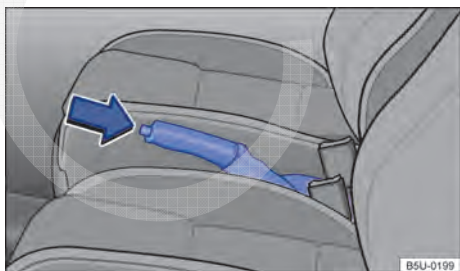

Fig. 114 Entre os bancos dianteiros: alavanca do freio de estacionamento.
- Puxar a alavanca do freio de estacionamento para cima com o botão bloqueador pressionado → Fig. 114 (seta).
- O freio de estacionamento está puxado quando, com a ignição ligada, a luz de controle (E) no instrumento combinado está acesa → Página 129.
- Puxar a alavanca do freio de estacionamento um pouco para cima e pressionar o botão bloqueador → Fig. 114 (seta).